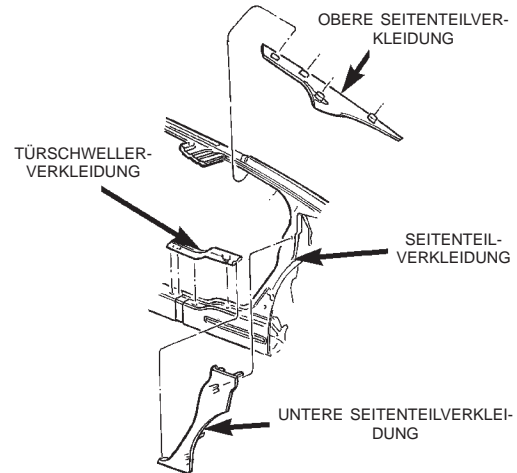

Abb. 73 Untere Seitenteilverkleidung
- (1) Rücksitzpolster und -lehne ausbauen.
- (2) Obere Seitenteilverkleidung vom Blech wegziehen (Abb. 73).
- (3) Nach Bedarf die Schwellerverkleidung abbauen, um den Ausbau der Seitenteilverkleidung zu ermöglichen.
- (4) Halteclips lösen, mit denen die untere Seitenteilverkleidung am inneren Seitenteil befestigt ist.
- (5) Seitenteilverkleidung aus dem Fahrzeug nehmen.
- (1) Halteclips lösen, mit denen die obere Verkleidung des Seitenteils am inneren Seitenteil befestigt ist (Abb. 73).